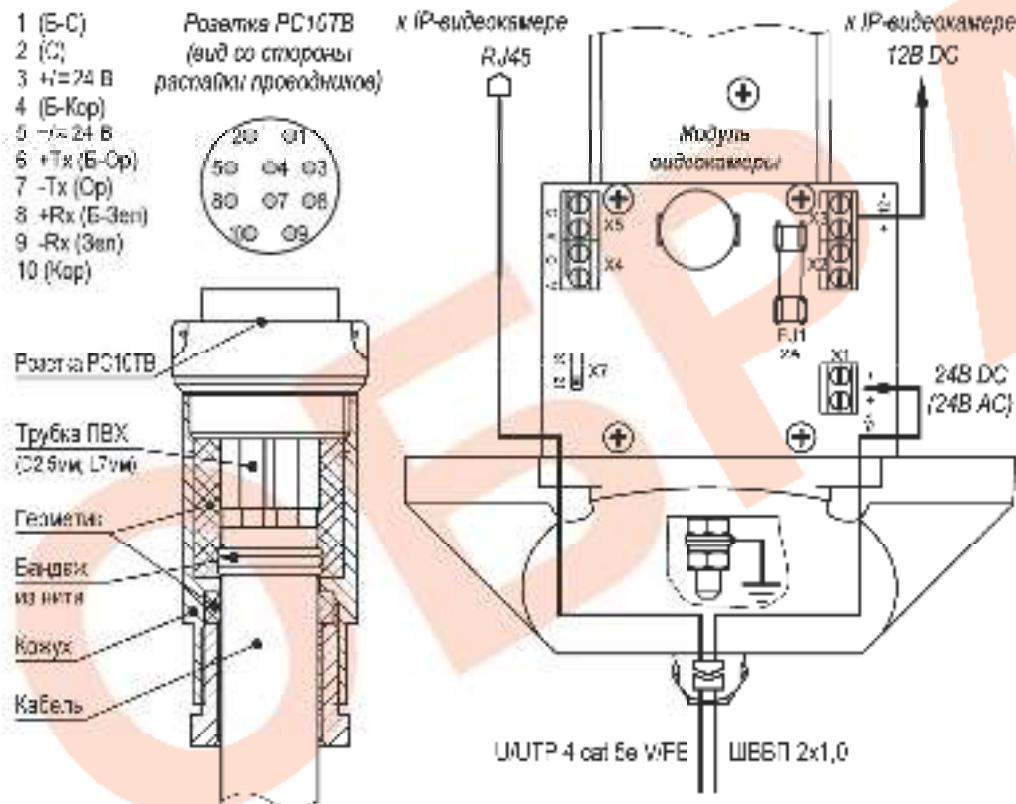

Рис.2 Распайка разъёма PC10TB и схема подключения IP-видеокамеры
- Распаять отъемную часть разъема PC10TB согласно требованиям к электромонтажу в соответствии с рис.2. После распайки разъем заполнить герметиком кремнийорганическим.
- При необходимости изменить мощность обогрева, выкрутить 4 винта крепления задней крышки гермобокса, выдвинуть модуль видеокамеры из корпуса и установить джампер X7 в нужное положение (рис.2). Установить модуль видеокамеры обратно в корпус. Закрутить 4 винта крепления задней крышки с усилием 5±0,5Нм.
Предприятием изготовителем джампер X7 установлен в положение «31». мощность обогрева 31 Вт. для изменения мощности на 21 Вт джампер X7 необходимо переставить в положение «21» (см. рис.2).